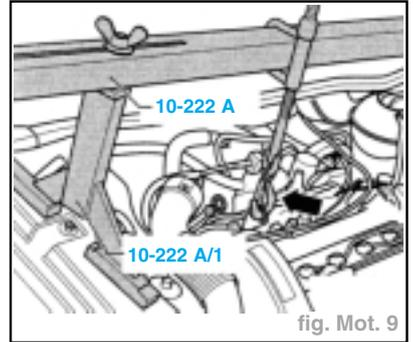

fig. Mot. 9
- Mettre en place le dispositif de maintien 10-222A avec les pieds 10-222A/1 (fig. Mot. 9).
**Nota :** Les deux tiges de blocage sont correctement introduites lorsque les deux extrémités (D) sont alignés sur la ligne (A).
- pousser le support (B) jusqu'en butée sur le pignon d'arbre à cames d'admission (C).
- Pour pouvoir déposer la poulie de vilebrequin, le moteur doit être abaissé légèrement en procédant comme suit (fig. Mot. 9) :